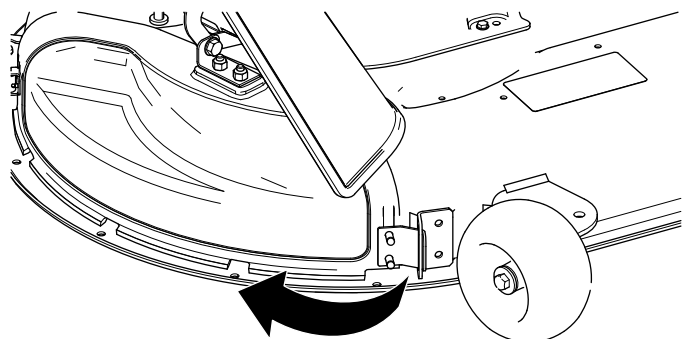

Figuur 14
3. Buig het metalen lipje van de afvoerafsluiter in de sleuf in de beugel die is gelast aan het maaidek (Figuur 14).